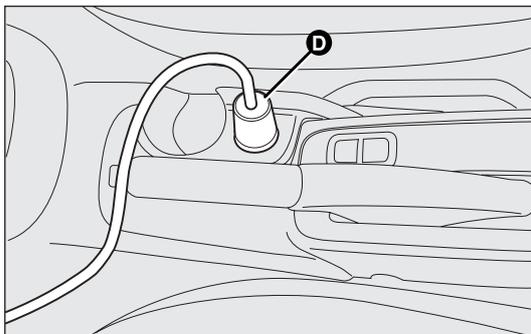
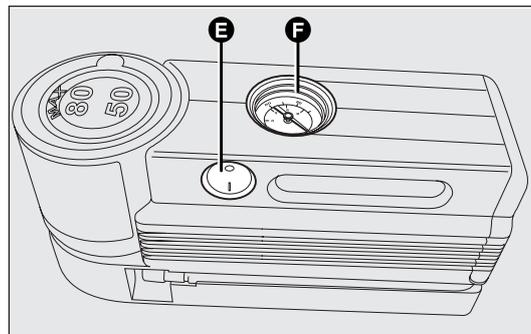

fig. 144
fig. 145
- ❑ assicurarsi che l'interruttore E-fig. 145 del compressore sia in posizione 0 (spento), avviare il motore, inserire la spina D-fig. 144 nella presa di corrente e azionare il compressore portando l'interruttore E-fig. 145 in posizione I (acceso). Gonfiare il pneumatico alla pressione prescritta nel paragrafo "Pressioni di gonfiaggio a freddo" del capitolo "Dati tecnici". Per ottenere una lettura più precisa, si consiglia di verificare il valore della pressione sul manometro F-fig. 145 con il compressore spento;